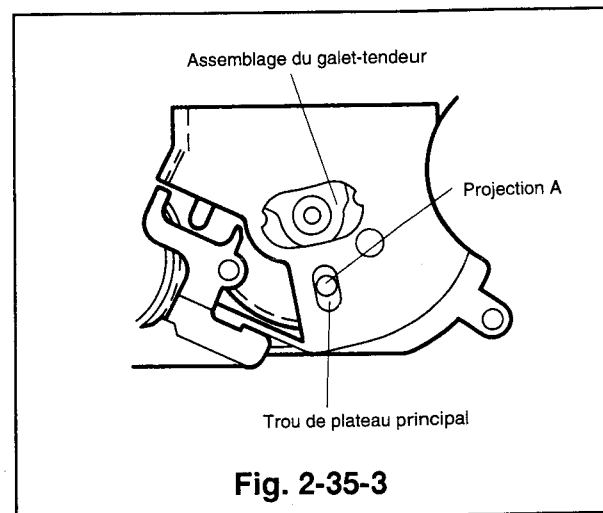

Fig. 2-35-3
- 1) Insérer la partie B de l'assemblage du galet-tendeur sous le plateau de la came B, comme illustré dans la Fig. 2-35-1, et veiller à ce que le doigt A s'engage dans le trou du plateau principal. Positionner l'assemblage du galet-tendeur de manière à ce que ses trous de vis soient alignés et fixer à l'aide des deux vis (a), (b). (La Fig. 2-35-3 donne une vue de haut)